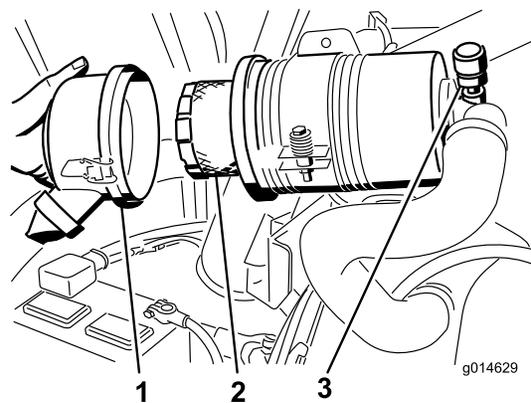

Figura 61
3. Togliete il filtro e sostituitelo (Figura 61).